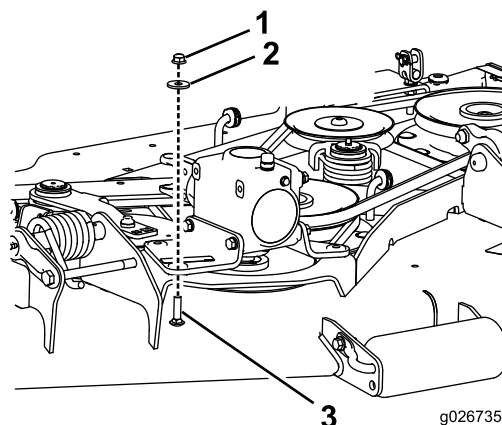

Figura 1
2. Rimuovete i 3 dadi, le rondelle e i bulloni a testa tonda che fissano le staffe di montaggio della scatola ingranaggi al piatto di taglio (Figura 1).
5. Montate la scatola ingranaggi (vedere Figura 1).